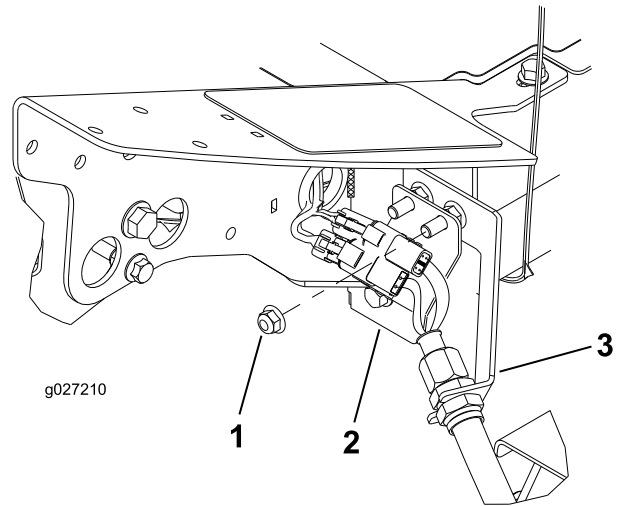

Figura 11
1. Motor del molinete 2. Perno de montaje (2)
3. Instale la chapa de conexión en los pernos de montaje del pasamuros con los conectores posicionados según se indica en Figura 11.
1. En la esquina delantera izquierda del bastidor (posición de la unidad de corte N° 4), retire la tuerca con arandela prensada adicional del perno que sujeta el soporte de pasamuros a la máquina (Figura 11).